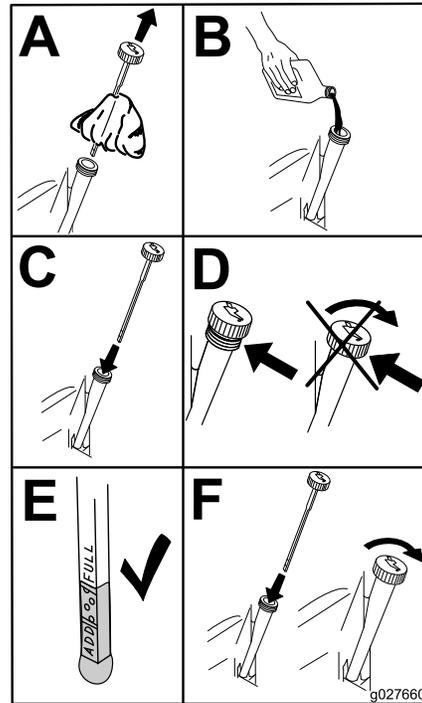

Figura 55
5. Vierta lentamente un 80% aproximadamente del aceite especificado por el tubo de llenado, luego añada lentamente el resto del aceite hasta que llegue a la marca **Full** (Figura 55).